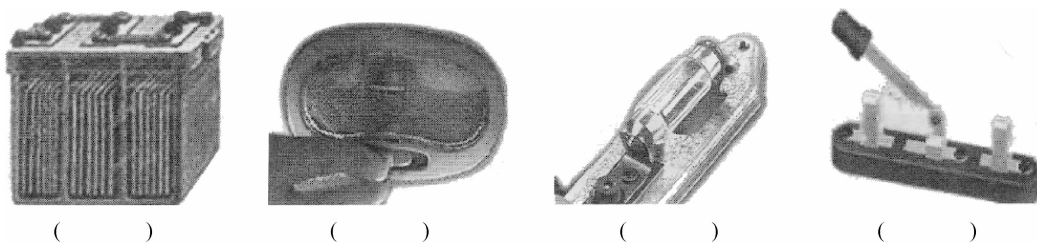

图 3-10 常见元件
(1) 正确选取组成电路的实习器件。
① 写出图 3-10 中各部分元件的名称。